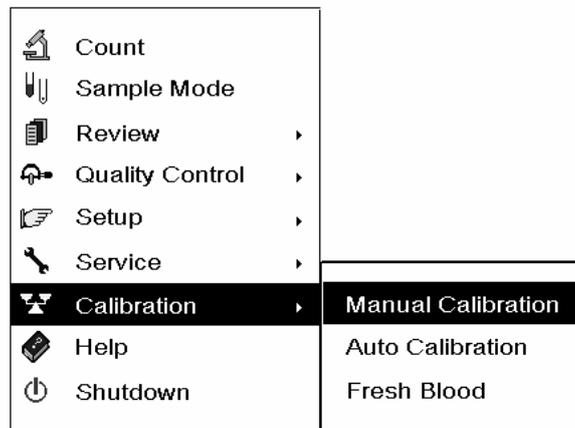

Abbildung 9-21 System-Menü
**WÄHLEN** Sie "Kalibrierung → Manuell" AUS (Abbildung Abbildung 9-21), um die "Manuelle Kalibrierung"-Anzeige aufzurufen (Abbildung Abbildung 9-22).